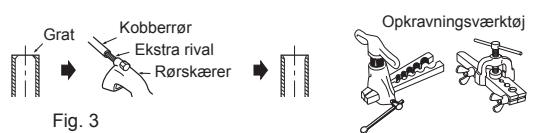

Fig. 3
- Når afløbsslangen forbindes til røret af hård PVC, skal den sættes godt fast i røret. (Fig. 3)
- Fjern alle grater helt fra tværsnittet af røret. (Fig. 3)